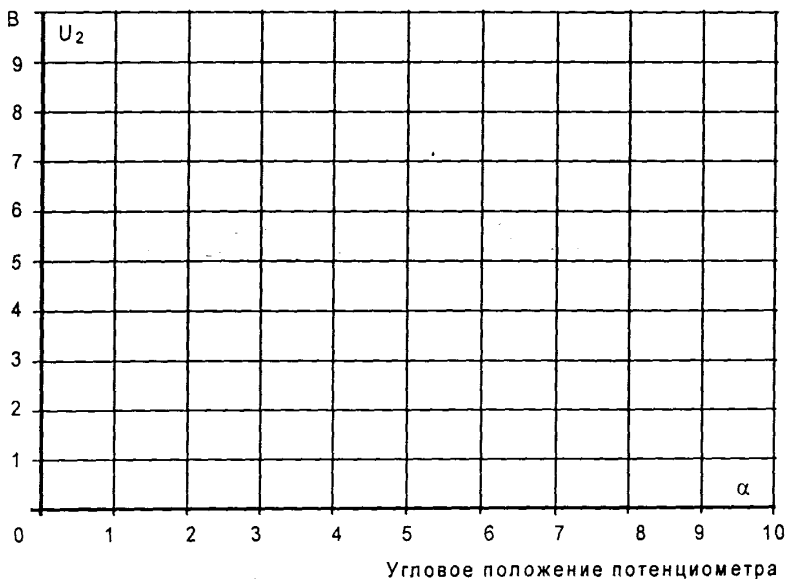

Рис.7.4
Перенесите значения напряжения  $U_2$  на график (рис.7.4) для построения кривой  $U_2 = f(\alpha)$
3. Какую форму имеет кривая на рис. 7.4?